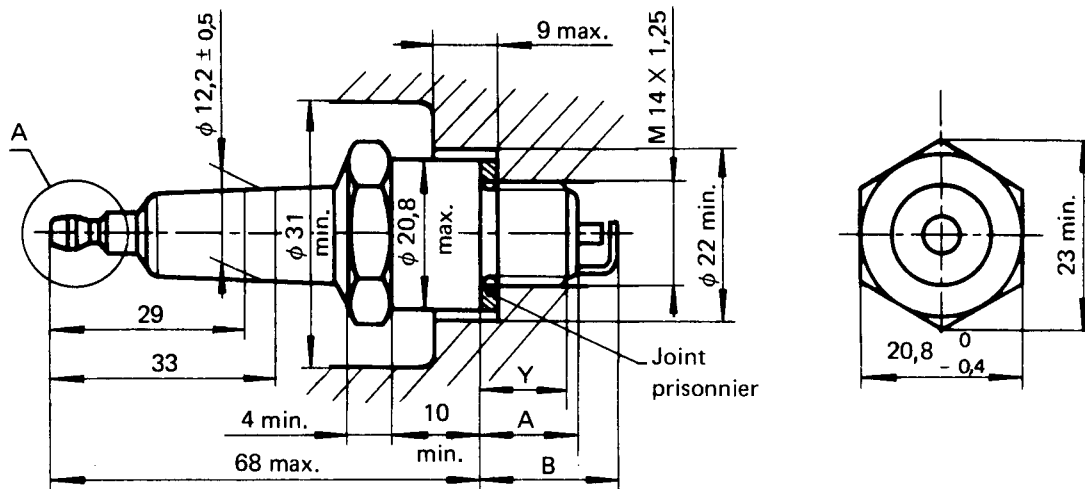

FIG. 1 - Bougie M 14 x 1,25
3.2 Dimensions et filetage du culot (voir Fig. 1).
Les autres dimensions de la bougie sont indiquées sur les Figures 1 et 2.